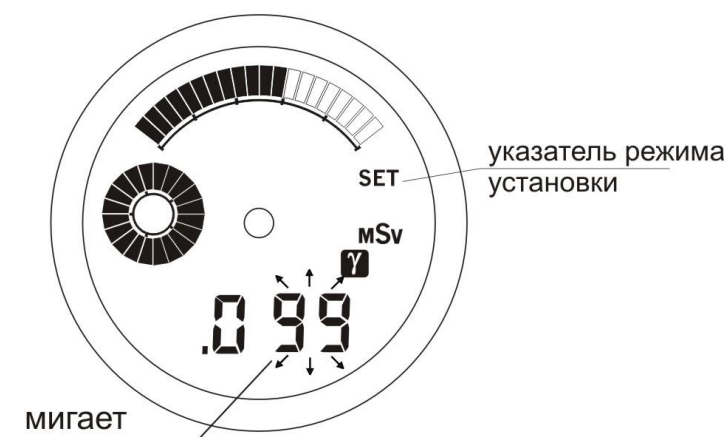

Рисунок 3.11
3.2.8.4 Для установки порога ЭД включить индикацию ЭД согласно 3.2.2. Далее длительное нажатие кнопки 2 (УСТАНОВКА) включает индикацию на ЖКИ установленного порога ЭД, при этом мигают две цифры (сотые и тысячные доли мЗв), появляется указатель режима установок SET (рисунок 3.11) и индицируется заполненная круговая аналоговая шкала.